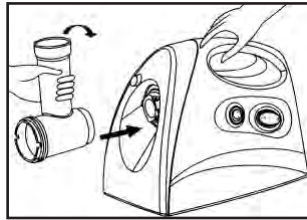

рис. 1
1. Удерживая кнопку фиксатора горловины, плотно вставьте горловину в гнездо для её установки, затем поверните горловину, как указано на рис. 1, до фиксации. Отпустите кнопку фиксатора, убедитесь в надежной фиксации горловины.